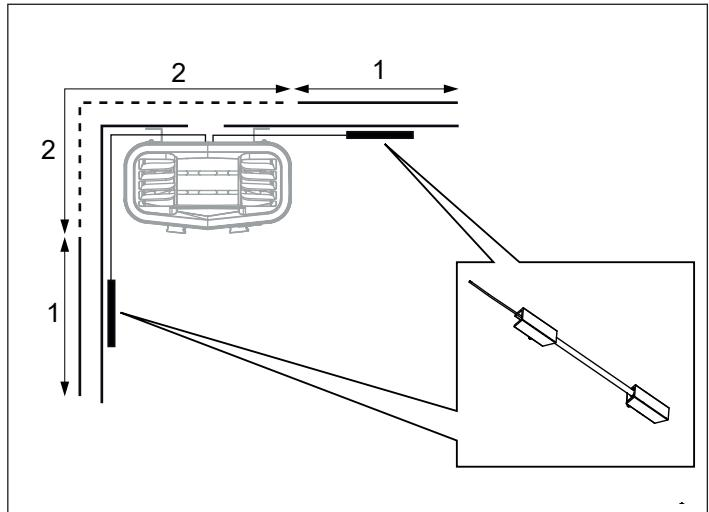

Рис. 15: Размещение датчика температуры
- 13.** Инструкции по размещению держателя датчика температуры на стене см. на рис. 15. По возможности выберите положение 1. Положение 2 приведет к снижению температуры в сауне.